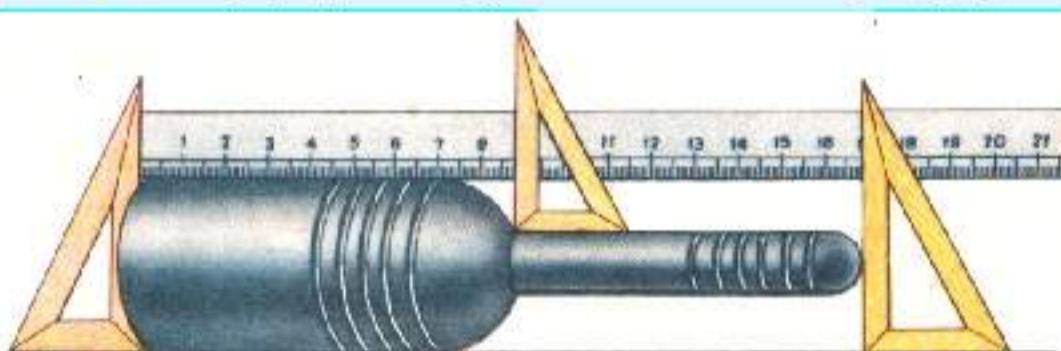

Рис.1
- Лінійні розміри вимірюють за допомогою лінійки, штангенциркуля. За допомогою лінійки і кутників вимірюють частину деталі, яка має східчасту форму (**рис.1**).